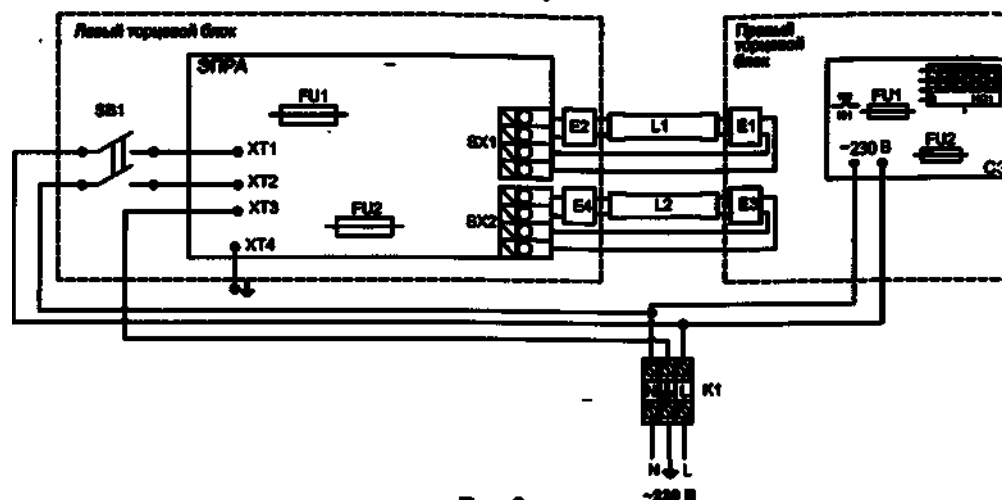

Рис.9
- Отсоединить провода питания (L, N) счетчика электронного от клеммной колодки K1, расположенной на задней стенке правого торцевого блока (рис. 9 Приложение 1).
- Установить провода питания счетчика электронного в клеммную колодку K1, расположенную на задней стенке правого торцевого блока (рис. 9